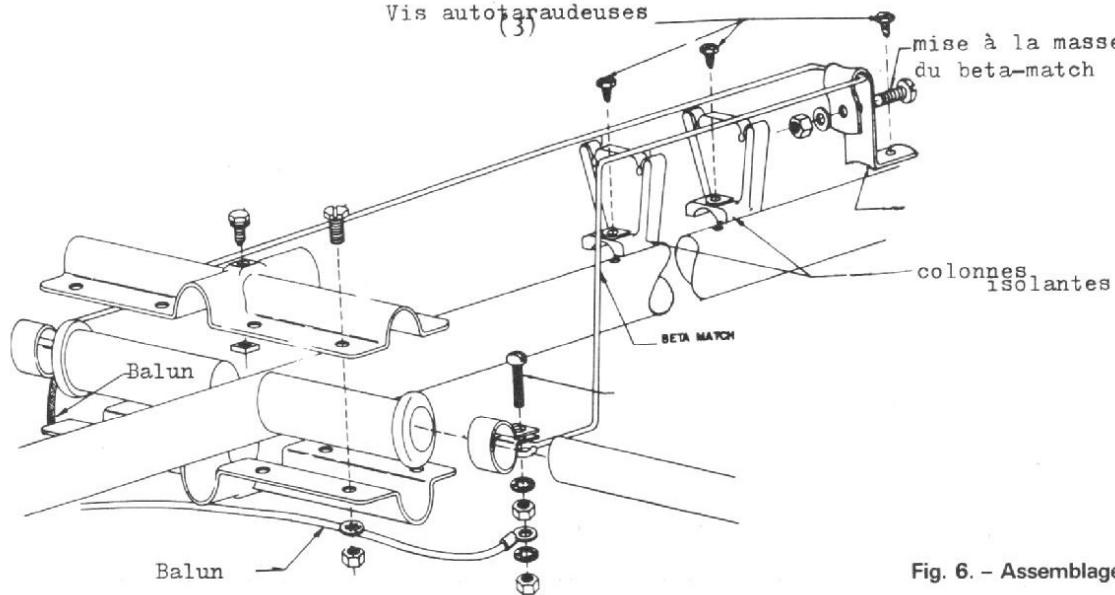

Fig. 6. – Assemblage du centre du dipôle.
Le brin rayonnant comporte essentiellement des brins tubulaires également et les trappes 10 et 15 DE qui sont à assembler, d'une façon tout à fait semblable, à ceux des deux autres éléments, avec les dimensions précises suivantes : A = 30 cm (39,5), B = 29 cm (31), C = 88 cm (87). Comme ce brin rayonnant est du type dipôle coupé, deux manchons de matière isolante sont interposés dans le logement de la coquille de fixation qui, là encore, sert de pièce d'assemblage et de fixation au boom. On trouvera, figure 6, le détail d'assemblage particulier du dipôle, à partir de la coquille profilée spéciale destinée, d'une part, à la fixation au boom et d'autre part à recevoir l'extrémité des deux brins quart d'onde munie du manchon isolant. De part et d'autre, et à 12 cm de l'axe du boom, on fixera, fermement, les deux colliers restants, sur lesquels aboutit, à la fois, l'alimentation de l'antenne et le système d'adaptation. La partie rectiligne des colliers est disposée horizontalement et
Ainsi que le montre la figure 6, l'alimentation s'effectue symétriquement de part et d'autre du centre et le système d'adaptation est lui-même rigoureusement symétrique puisqu'il s'agit d'une « épingle à cheveux » dont le point milieu est à la masse du boom. La firme Hy-Gain lui a donné le nom d'adaptation en beta match. Les deux supports en matière moulée sont fixés à la masse du boom par des vis auto-tarandées et les parties rectilignes du béta-match sont percées à force dans les deux logements pré-